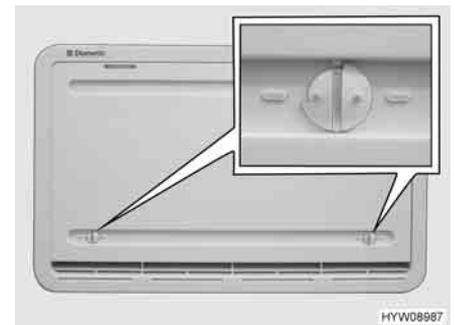

Fig. 137 Copertura invernale
Le coperture invernali (Fig. 137) proteggono il gruppo frigorifero dall'aria fredda. Posizionare le coperture invernali davanti a entrambe le griglie di aerazione quando la temperatura esterna scende al di sotto di +10 °C (sia per funzionamento elettrico che a gas).
- Aprire entrambi i bloccaggi (Fig. 137), la scanalatura risulterà orizzontale.